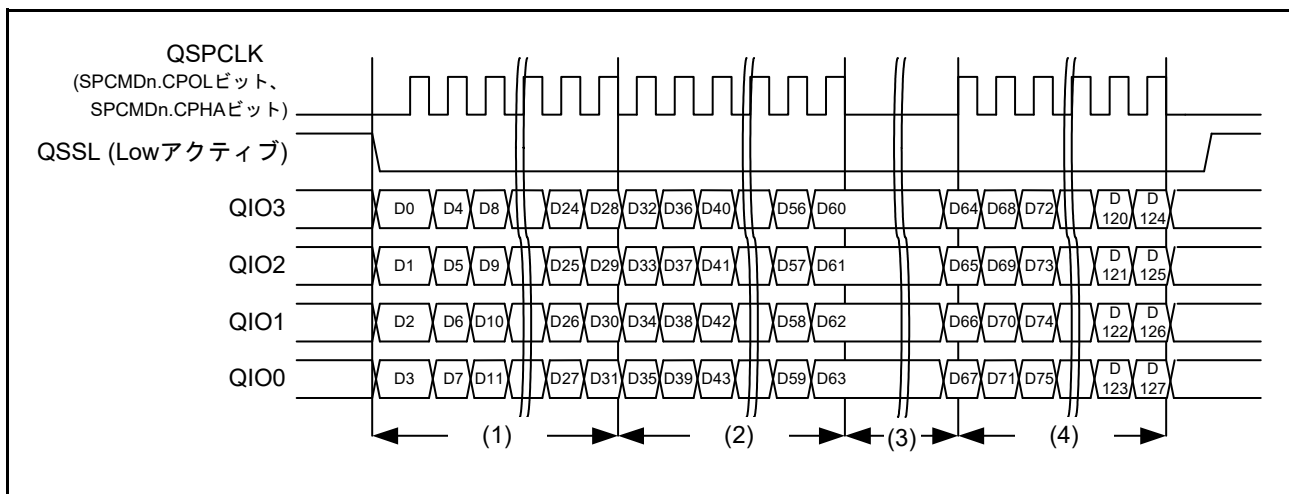

図 41.21 転送データ長を 128 ビットに設定したバースト転送の例 (Quad-SPI モード) (n=0~3)
一つは SPCMDn.SPB[3:0] ビット (n=0~3) と SPBMULn レジスタを用いる方法です。Single-SPI モードの場合と同様に SPCMDn.SPB[3:0] ビットを 8、16、32 ビットに設定し、SPBMULn レジスタを 1~4,294,967,296 に設定することにより、SPCMDn.SPB[3:0] ビットで設定した長さの転送を SPBMULn レジスタに設定した回数だけ連続的に繰り返す転送を実行します。ただし、ライト時に送信バッファ (SPTXB) に送信データがなくなるか、リード時に受信バッファ (SPRXB) に SPCMDn.SPB[3:0] ビットに設定したデータ長の空きがなくなった場合はクロックを停止して、転送の再開を待ちます。この方法は Dual/Quad-SPI モードで大量のデータを転送したいときに有効です。SPCMDn.SPB[3:0] ビットを 32 ビット設定、SPBMULn レジスタを 4 に設定し、トータルの転送データ長を 128 ビットに設定した場合の Quad-SPI のバースト転送例を図 41.21 に示します。図中 (1)~(4) の内容を以下に説明します。
- (1) 1 回目の 32 ビット転送です。
- (2) 2 回目の 32 ビット転送です。
- (3) 送信バッファに送信データがなくなったか受信バッファに 32 ビット分の空きがなくなったためにクロックを停止します。その間の QIO3~QIO0 が出力の場合は直前の値を保持します。QIO3~QIO0 が入力の場合は通信相手となるデバイスの出力によります。送信データが書き込まれるか受信バッファに空きができて転送再開の条件が整うと内部クロックにて送信データを出力します。
- (4) 3 回目と 4 回目の 32 ビット転送です。